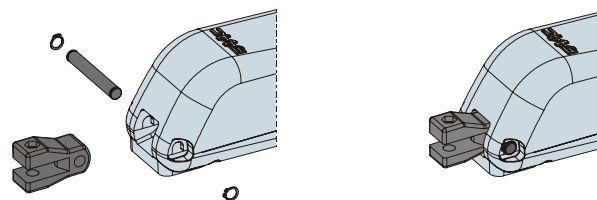

Fig. 8
- 2) Assembler la patte d'attache postérieure à l'opérateur d'après la Fig.8.